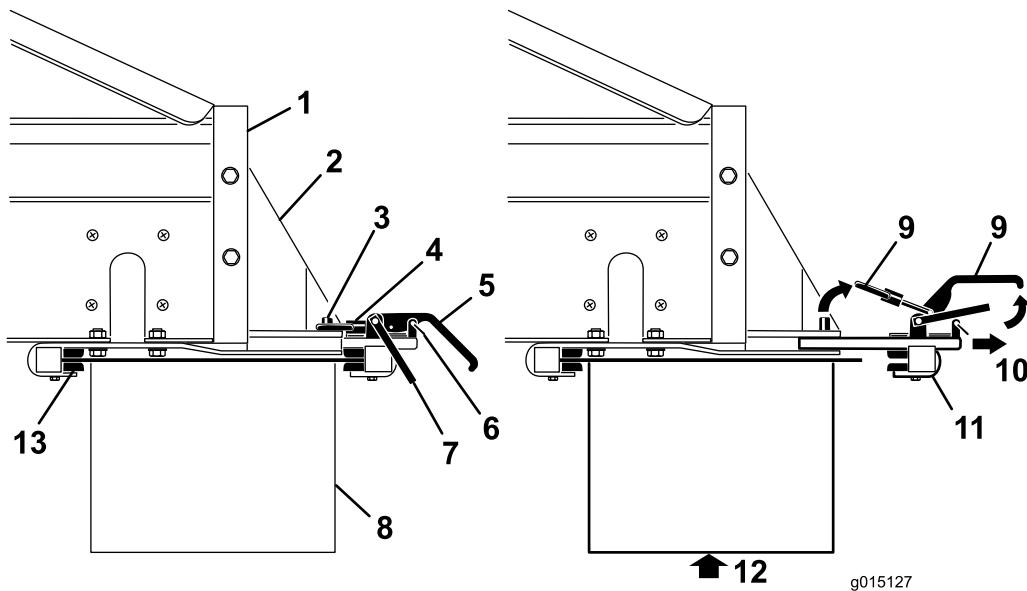

Figure 2
1. Retirez les clips des verrous de sécurité sur les poignées des pinces de fixation (Figure 2).
2. Levez le verrou de sécurité, puis levez les poignées des pinces de fixation de l'accessoire et dégarez les bagues de blocage des goupilles de blocage (Figure 2).
3. Sortez la pince de fixation rapide arrière des fentes de montage (Figure 2).
4. En vous faisant aider par une autre personne, insérez le bord avant du Twin Spinner vers le haut et sous l'arrière du MH-400 dans les pinces de fixation avant sur les supports (Figure 2).
5. Tout en soutenant le Twin Spinner, glissez la pince de fixation arrière dans les fentes des supports et par-dessus le bord arrière (Figure 2).
7. Reposez les clips des verrous de sécurité sur les poignées des pinces de fixation (Figure 2).